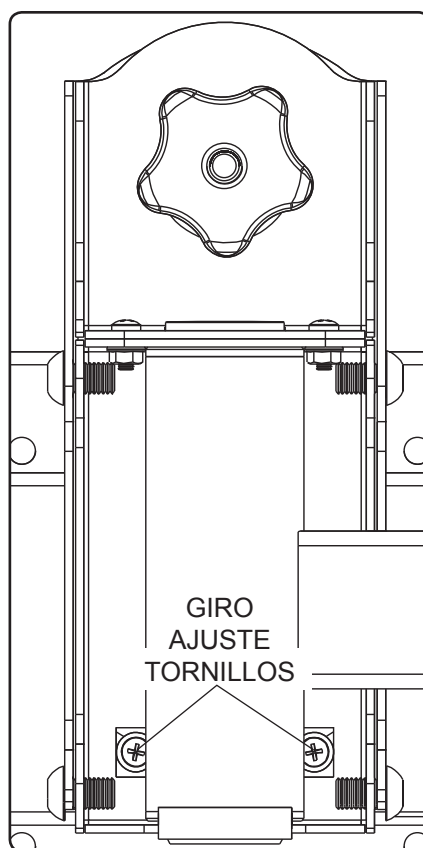

fig. 9.1
- 9 Dependiendo del modelo y el peso específicos de la pantalla de plasma, el ángulo del brazo articulador de giro se puede ajustar a diferentes posiciones, lo cual puede causar que parezca que la pantalla de plasma se inclina hacia uno de los lados en las diferentes posiciones. El armazón de inclinación y giro (B) le permite ajustar la pantalla de plasma manualmente, de manera que la pantalla se pueda mantener horizontal en todas las posiciones. Para ajustarla, gire la pantalla de plasma suavemente hasta la posición deseada.
- 9-1 Si se hace difícil girar la pantalla de plasma, afloje los tornillos que se muestran en la ilustración 9.1 usando un destornillador phillips.